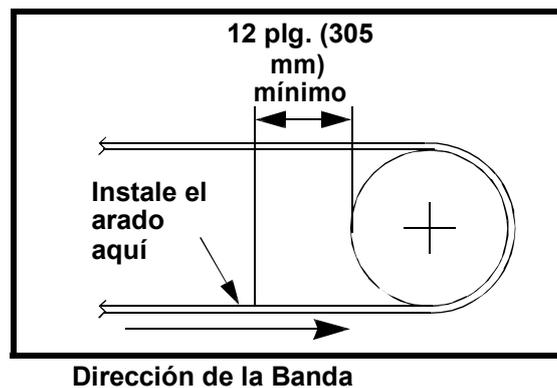
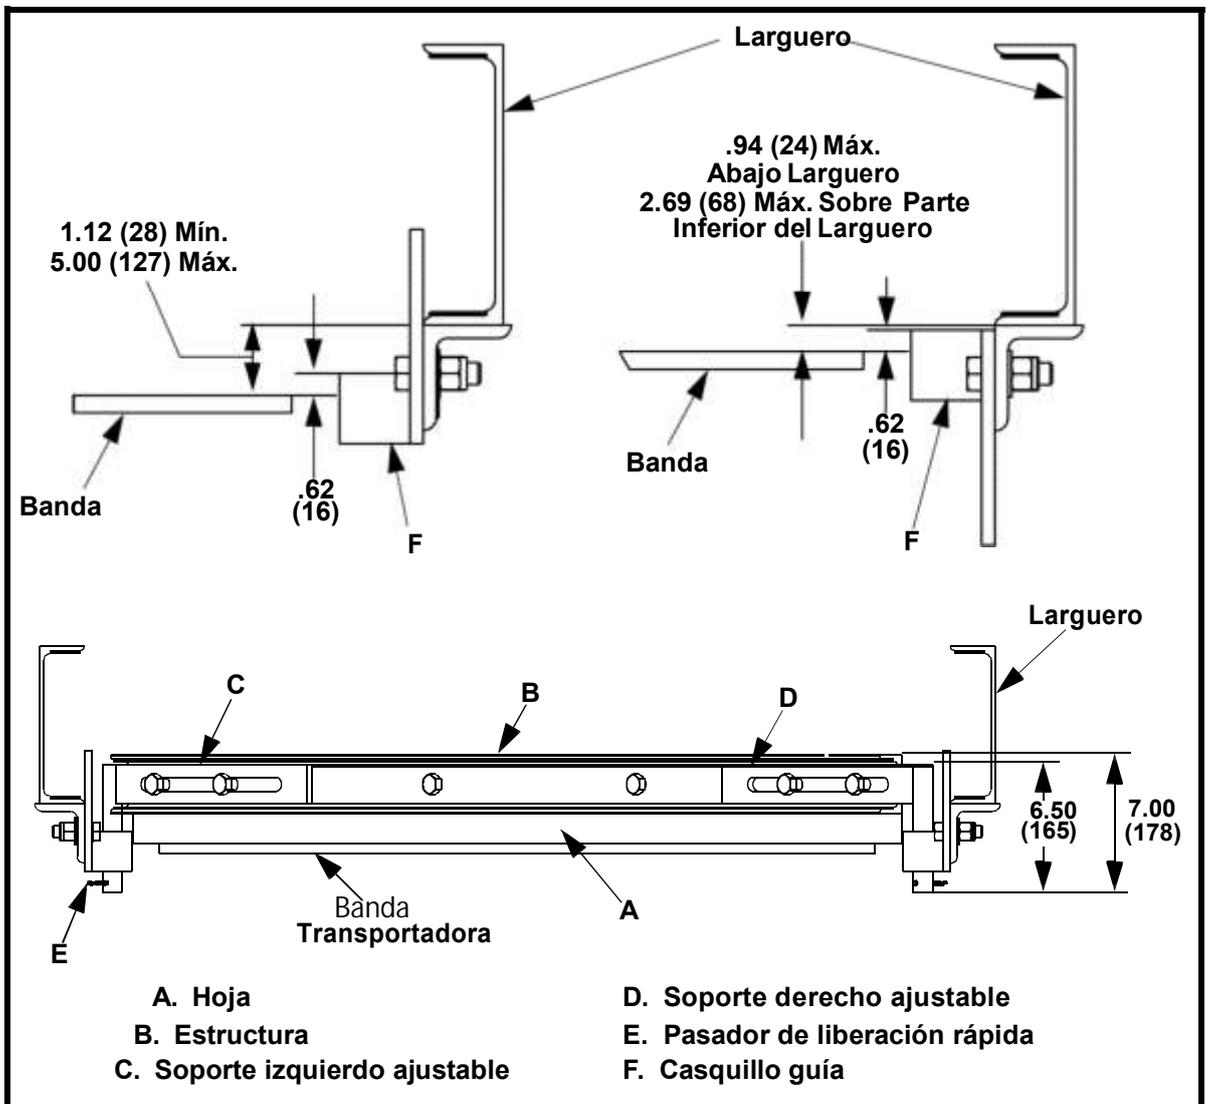

Figura 1. Ubicando el Arado en la Banda
Figura 3. Instalando el Arado Diagonal Martin®
1. Coloque el arado en el lado de retorno de la banda transportadora antes de la polea de cola donde la banda es tensada o soportada por un rodillo. (Vea la Figura 1.) (Para determinar la ubicación de la banda con relación a lo largo de la banda, vea la Figura 3).
5. Vea la Figura 3. Ajuste cada soporte de guía de manera que la parte superior del casquillo guía se quede 5/8 plg. (16 mm) por encima de la superficie de la banda. (Esto permitirá que la hoja se desgaste 1-1/2 pulgadas [38 mm])
1. Afloje los cuatro tornillos hexagonales y tuercas de seguridad que sujetan la hoja (A, Figura 3) y la estructura (B) en los soportes ajustables (C y D).
2. Retire los pasadores de liberación rápida (E) de los soportes ajustables.
3. Introduzca los pasadores en los soportes ajustables a través de los casquillos guía derecho e izquierdo (F).
3. Verifique si el borde de limpieza se ha desgastado. Si la hoja no toca la banda y los soportes ajustables (C y D, Figura 3) no están apoyados en los casquillos (F), haga lo siguiente:
- a. Retire los tornillos hexagonales, arandelas planas y tuercas de seguridad que conectan la hoja (A) y la estructura (B) a los soportes ajustables.